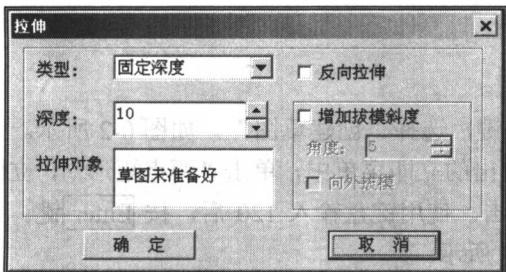

图 0-6 拉伸增料对话框
- ⑥ 按 F8 键，将视角调换为轴测视向。
- ① 单击工具栏中的“拉伸增料”按钮 ，系统弹出“拉伸”对话框，如图 0-6 所示。